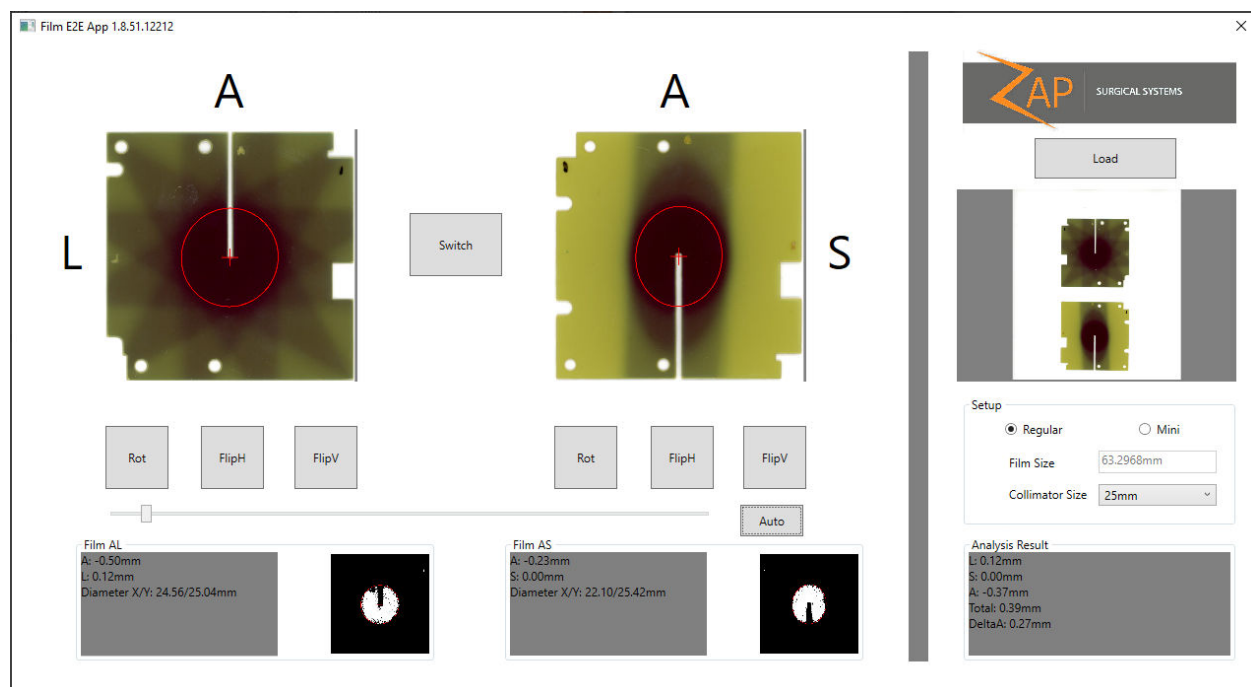

図7-4 フィルム解析ソフトウェア
エンドツーエンドのテスト結果の解析には市販のフィルム解析ソフトウェアを選択することができます。Zap 社が提供するフィルム解析ソフトウェア（別売）は、エンドツーエンドでの標的誤差の計算に使用できます（図7-4 を参照）。フィルム解析は以下の手順で構成されます。
2. **Auto** ボタン左側のスライダーバーをドラッグして、線量の輪郭の最小絶対値にします（図7-4 を参照）。輪郭は、左側が最小で、右側が最大になります。